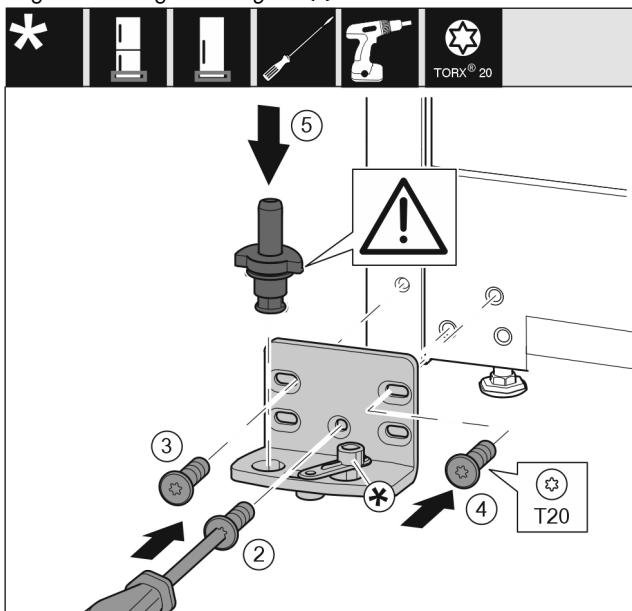

Fig. 15
- ▶ Sæt hængselkonsollen på i den anden side, og skru den fast med en skruetrækker T20. Begynd med skruen 2 forinden i midten. Fig. 15 (2)
- ▶ Stram skruerne 3 og 4. Fig. 15 (3,4)
- ▶ Sæt hængselboltten helt i. Sørg i den forbindelse for, at låsekammen vender bagud. Fig. 15 (5)